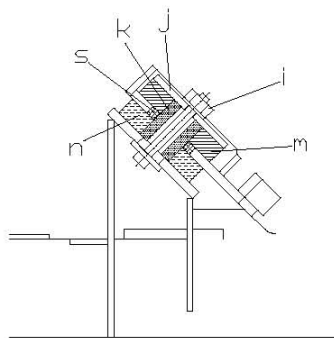
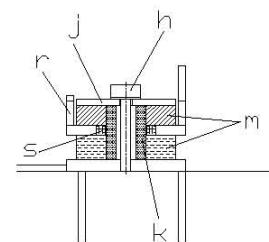

図 13
図 14
11.中マウント(m) マウントワッシャ(j) を4ヶ所に取付、エンジンベース固定ボルト(h)3ヶ所 及び固定ナット(i)1ヶ所を締め付ける。・・・図 13、図 14